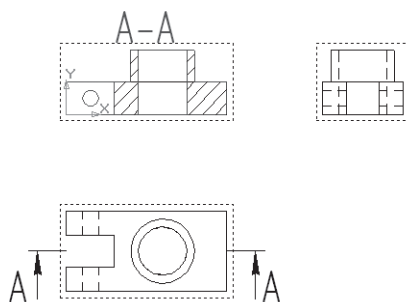

Рис. 326
- щелчком ЛКМ создайте разрез А-А. После этого система сделает его текущим (рис. 326). В случае неточного построения воспользуйтесь командой  – отменить и выполните построение еще раз;